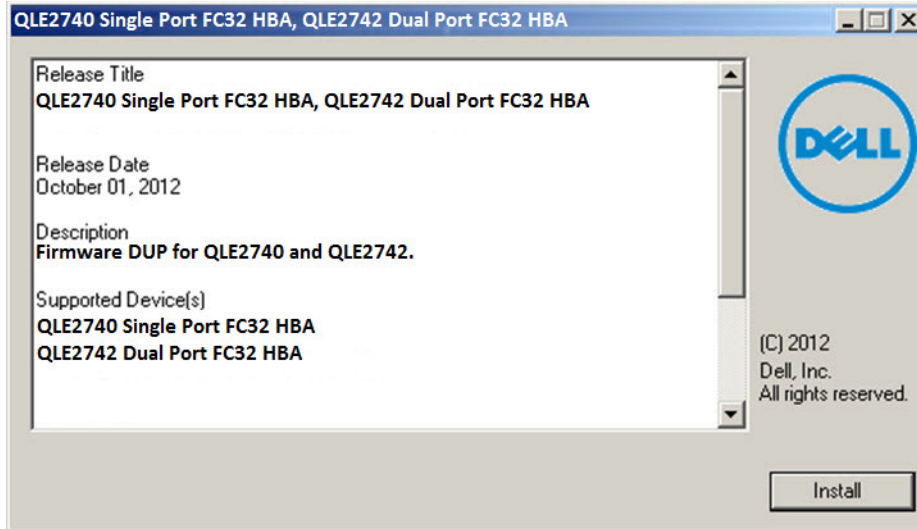

Ilustración 3-1. Pantalla de presentación del paquete de actualización Dell
2. Cuando aparezca la pantalla de bienvenida del DUP (Ilustración 3-1), haga clic en **Install** (Instalar) para continuar.